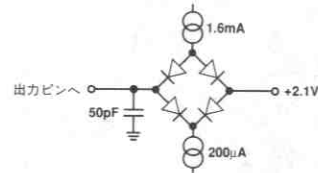

図2. アクセスおよび解放時間の負荷回路
- 2) t_7 は図2の負荷回路で出力が0.8Vまたは2.4Vに達するまでに必要な時間として計測されています。
- 3) t_8 は図2の負荷回路で出力が0.5Vの変化をするまでに必要な時間として計測されています。計測値は50pFのコンデンサの充電による影響を排除するための外挿が行なわれます。このことによりタイミング特性表の t_8 はこの素子の真のバス解放時間を示し、外部バスの負荷容量とは無関係であることを意味します。